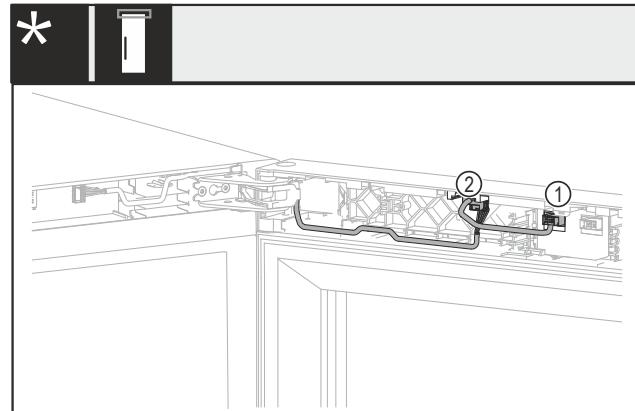

Fig. 19 无锁或带机械锁\*
- ▶ 拉出插头 Fig. 19 (1)。\*
- ▶ 拉出插头 Fig. 19 (2)。\*